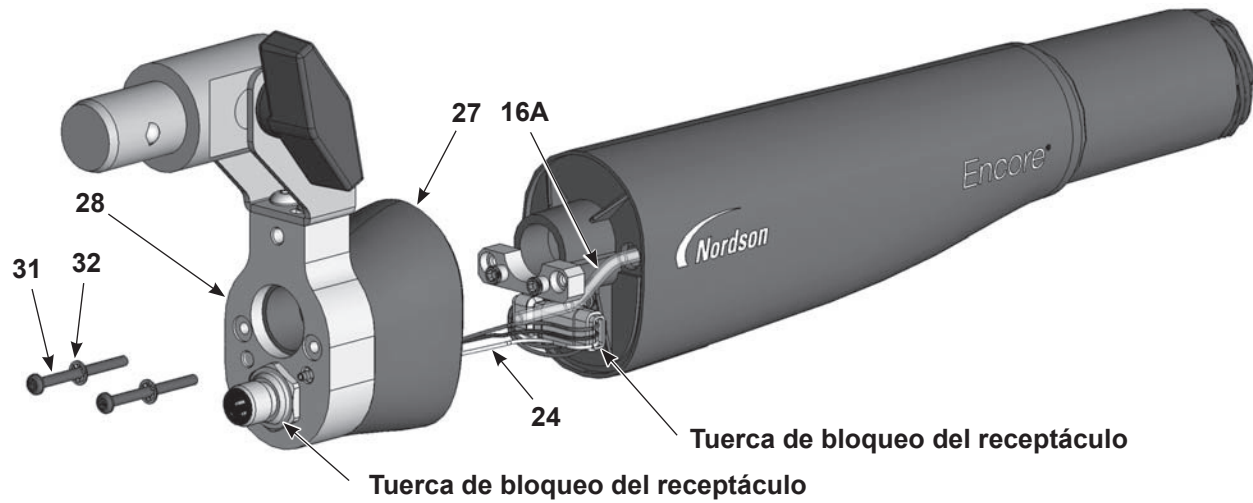

Figura 16 Desmontaje de la pistola - Sustitución del tubo de polvo
3. Ver la figura 16. Desatornillar y retirar los dos tornillos de cabeza Philips (31) y las arandelas de bloqueo con dentado interno (32) de la tapa final (28).
- c. Ver la Figura 16. Desatornillar la tuerca de bloqueo del receptáculo y, a continuación, retirar el receptáculo y el cableado de la tapa final.
17. Ver la Figura 16. Instalar la tapa final y el conjunto del cuerpo posterior de la pistola en el cuerpo de la pistola, asegurándose de no pellizcar los cables.